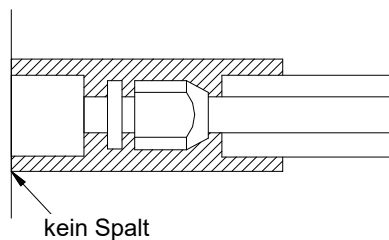

Abb. 19
2. Die Anschlüsse an der Inneneinheit sollten mit Wärmedämmung isoliert werden. Zwischen der Wärmedämmung und dem Gerät soll sich kein Spalt befinden (siehe Abb. 19).